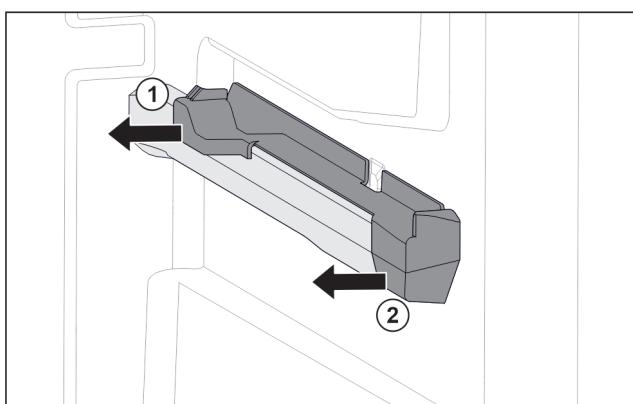

Fig. 39 Násuvný diel na pravom rebre nádoby
- Stiahnite násuvný diel vzadu do strany. Fig. 39 (1)
- Stiahnite násuvný diel vpriedu do strany. Fig. 39 (2)